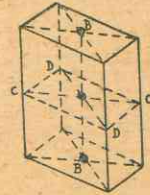

Fig. 42. - Prisma recto de base romboidal
V. — Sistema ortorrómbico: prisma recto de base romboidal (fig. 42):